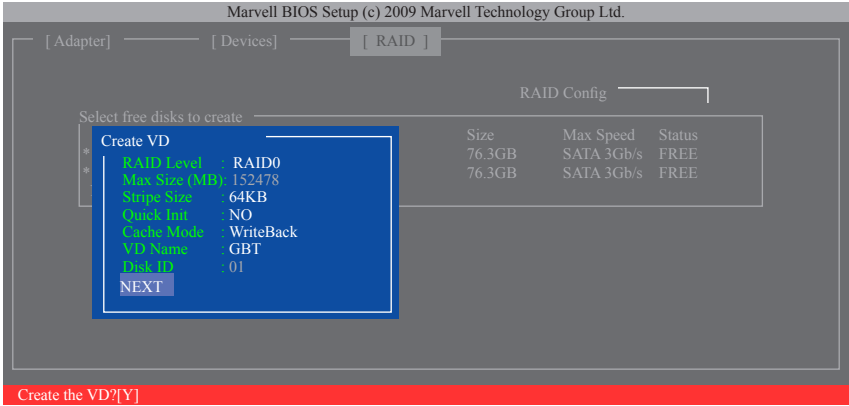

図 8
6. **NEXT**: 上の設定を完了した後、**NEXT** に移動して<Enter>を押しアレイの作成を開始します。確認を求められたら、<Y>を押して確認するか<N>を押してキャンセルします(図 8)。